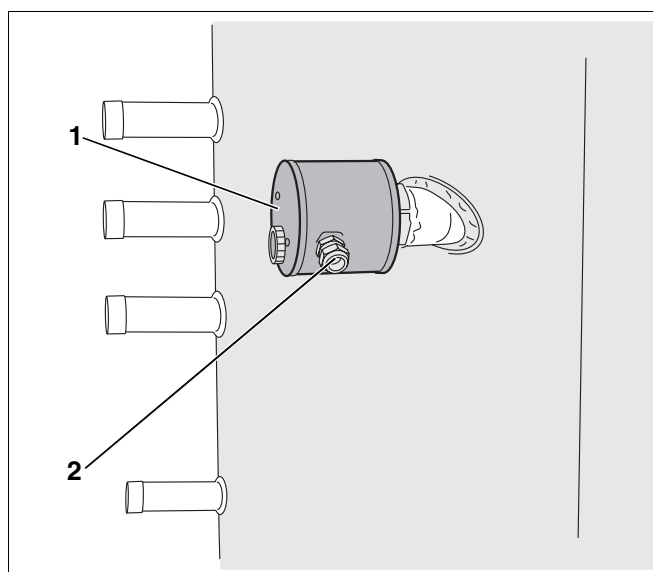

Fig. 11 Résistance électrique
Si vous installez une résistance électrique (accessoire), il faut également l'étanchéifier avant le montage de l'isolation thermique (fig. 11, **pos. 1**). Positionnez le raccord-union de raccordement sur 3 heures (fig. 11, **pos. 2**).